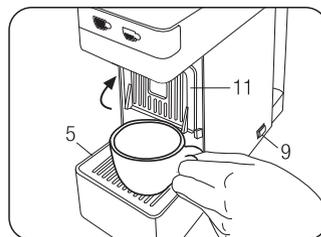
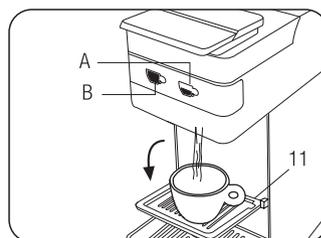

Fig. 5
Fig. 6
- Contrôler qu'il n'y ait pas de capsules à l'intérieur et allumer la machine en actionnant l'interrupteur principal (9)
- Poser une grande tasse vide sous le point de versement du café. (Fig. 5)
Quand les touches (A) et (B) s'allument en mode fixe la machine est prête pour l'utilisation. Presser la touche (A) ou (B); presser encore la touche quand la quantité d'eau souhaitée a été obtenue (Fig. 6). La machine est rincée lorsque 3 tasses d'eau au moins ont été versées.
Pour préparer un espresso – touche (A) (Distribution courte) –, positionner la grille supérieure (11) comme illustré Fig. 6. Pour les préparations qui nécessitent l'utilisation de tasses hautes, positionner la grille supérieure (11) comme illustré Fig. 5 et déposer la tasse directement sur la grille inférieure (5) (Fig. 5).